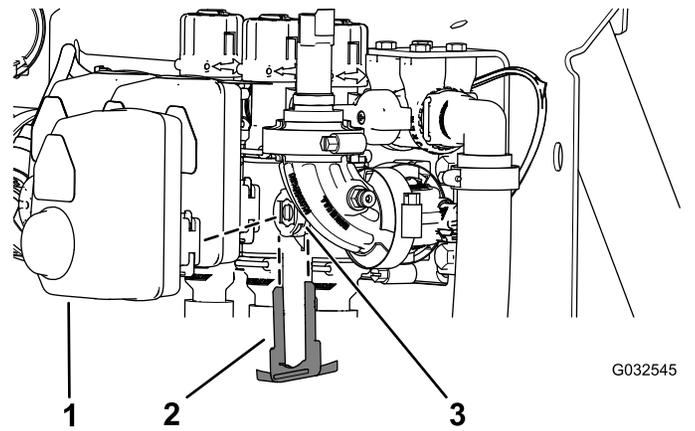

Figura 105
2. Retire la horquilla de retención que sujeta el actuador la válvula multivía (válvula de sección o válvula de agitación) (Figura 105).